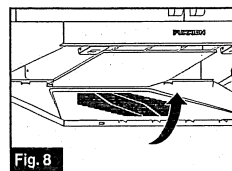
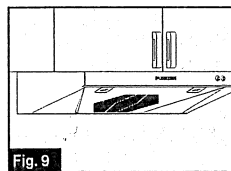

Fig. 8
Fig. 9
8. Replacer le couvercle du gril à la hotte, puis appuyez sur les languettes de dégagement jusqu'à ce que vous entendiez un clic (Fig. 8) Le couvercle du gril est solidement fixé à la hotte. (Fig. 9)